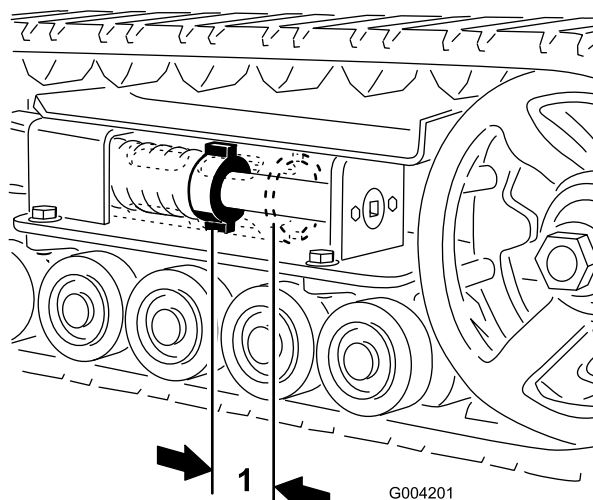
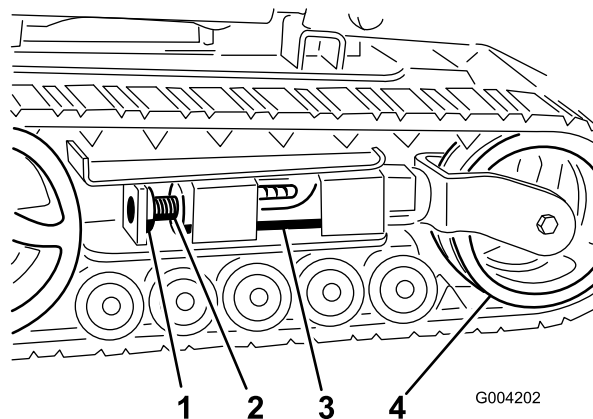
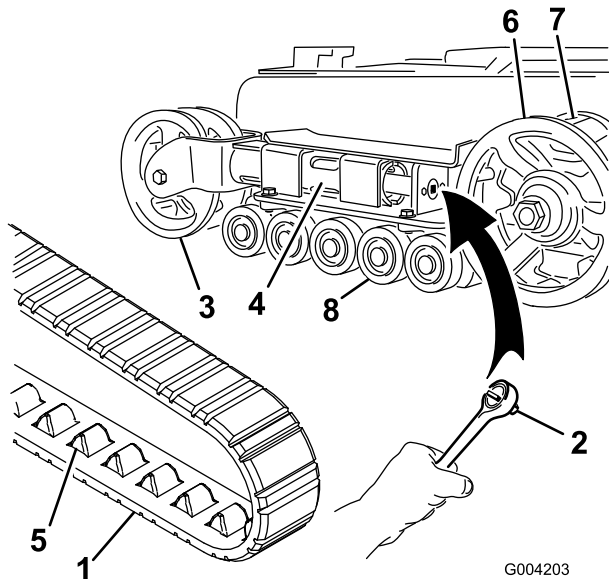
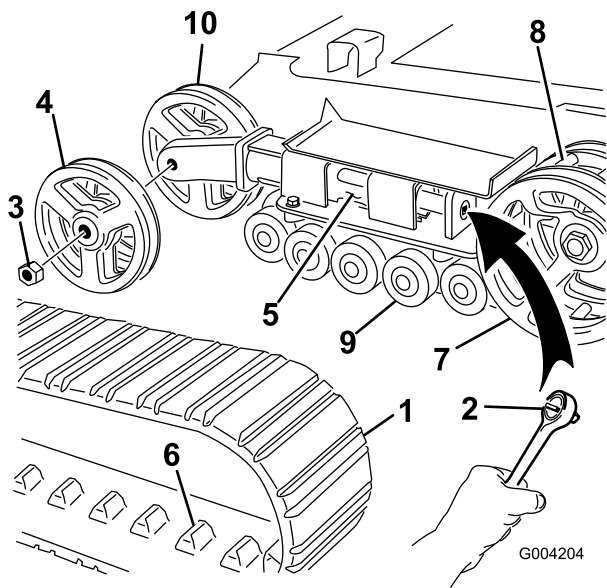

Figura 41
Figura 42
Figura 43
Figura 44
Debe haber una holgura de 7 cm entre la tuerca tensora y la parte de atrás del tubo tensor (Figura 41). Si no es así, ajuste la tensión de las orugas usando el procedimiento siguiente:
3. Retire el perno de bloqueo y la tuerca (Figura 42).
4. Usando una llave de tubo de 1/2 pulgada (13 mm) (Figura 43), gire el tornillo tensor en el sentido contrario a las agujas del reloj hasta que la distancia entre la tuerca tensora y la parte de atrás del tubo tensor (Figura 41) sea de 7 cm.
5. Alinee la muesca más próxima del tornillo tensor con el taladro del perno de bloqueo, y fije el tornillo con el perno de bloqueo y la tuerca (Figura 42).
- Retire el perno de bloqueo y la tuerca (Figura 42).
- Usando una llave de tubo de 1/2 pulgada (13 mm), alivie la tensión en la oruga girando el tornillo tensor en el sentido de las agujas del reloj (Figura 42 y Figura 43).
- Empuje la oruga por debajo de y entre las ruedas de rodaje (Figura 43).
- Gire el tornillo tensor en el sentido contrario a las agujas del reloj hasta que la distancia entre la tuerca tensora y la parte de atrás del tubo tensor (Figura 41) sea de 7 cm.
- Usando una llave de tubo de 1/2 pulgada (13 mm), alivie la tensión en la oruga girando el tornillo tensor en el sentido de las agujas del reloj (Figura 42 y Figura 44).
- Empuje la rueda tensora hacia la parte de atrás de la unidad de tracción para mover el tubo tensor contra el bastidor (Figura 43). (Si no toca el bastidor, siga girando el tornillo tensor hasta que lo toque.)
- Cuando haya retirado la oruga de la rueda tensora, retírela de la rueda motriz y de las ruedas de rodaje (Figura 43).
- Empezando en la rueda motriz, pase la oruga nueva alrededor de dicha rueda, asegurándose de que los salientes de la oruga encajen entre los dientes del piñón (Figura 43).
5. Empuje la rueda tensora hacia la parte de atrás de la unidad de tracción para mover el tubo tensor contra el bastidor (Figura 44). (Si no toca el bastidor, siga girando el tornillo tensor hasta que lo toque.)
6. Retire la tuerca que fija la rueda tensora exterior y retire la rueda (Figura 44).
7. Retire la oruga (Figura 44).
8. Retire la tuerca que fija la rueda tensora interior y retire la rueda (Figura 44).
12. Instale la rueda tensora interior y fíjela con la tuerca que retiró anteriormente (Figura 44).
14. Instale la oruga nueva, asegurándose de que los salientes de la oruga encajen entre los dientes del centro la rueda motriz (Figura 44).
15. Instale la rueda tensora exterior y fíjela con la tuerca que retiró anteriormente (Figura 44).
17. Gire el tornillo tensor en el sentido contrario a las agujas del reloj hasta que la distancia entre la tuerca tensora y la parte de atrás del tubo tensor (Figura 41) sea de 7 cm.